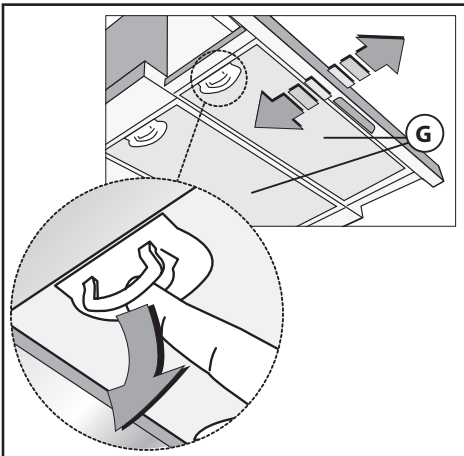
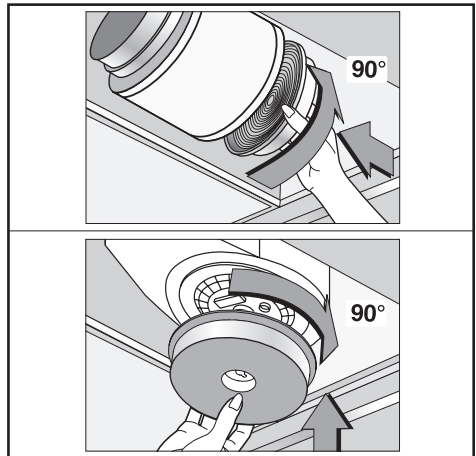

Fig.4
Fig.5
- Minimums distancen mellem kogeoverfladen, målt fra selve kogepladerne, og den nederste del af emhætten, skal være mindst **65 cm**. Hvis der anvendes et forbindelsesrør bestående af to eller flere dele, skal den øverste del placeres udenpå den nederste. Tilslut ikke udledningen fra emhætten med et rør, hvori der cirkulerer varm luft eller som anvendes til at udlede røg fra apparater, der ikke bruger elektrisk energi. Inden man begynder monteringen fjernes filtret (Fig.4) for at gøre håndteringen af apparatet lettere.
For at ændre hættens fra at fungere som sugeenhed til at fungere som filterenhed skal De rette henvendelse til Deres forhandler for at få de aktive kulfiltre. Filtrene skal påsættes sugeenheden i hættens og skal centreret i samme og drejes 90 grader indtil blokering (Fig.5). For at kunne udføre denne handling skal man fjerne ristene **G** (Fig.4). Luften sendes tilbage til omgivelserne gennem et forbindelsesrør, der passerer gennem møblet og er forbundet til samleringen **H** (Fig.3B).